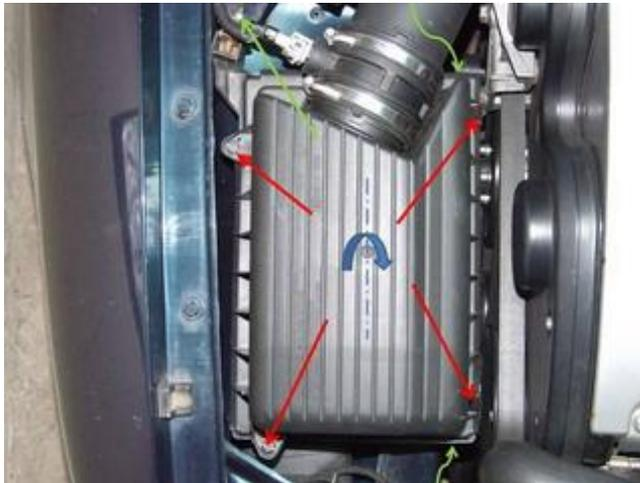

Figure 4
- Déposer le couvercle du boîtier de filtre à air équipé de la conduite d'air : enlever les 4 vis (Figure 4, flèches rouges). Déposer le boîtier de filtre à air : enlever les 3 écrous de fixation (Figure 4, flèches vertes) puis le faire pivoter (voir axe et flèche bleue Figure 4) de façon à le déboîter du conduit d'arrivée d'air situé derrière le pare-chocs.